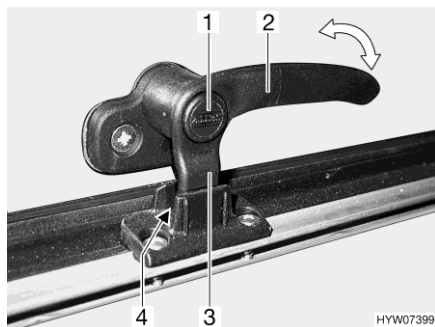
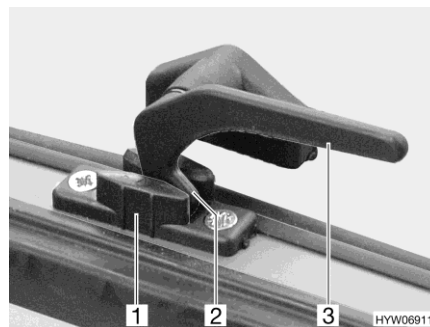

Bild 101 Låsarm med låsknapp i läget "kontinuerlig vädning"
Bild 102 Låsarm i läget "kontinuerlig vädning"
- I läget "kontinuerlig vädning" (Bild 101 och Bild 102)
- Tryck på låsknappen (Bild 101,1) om sådan finns och håll den nedtryckt.
- Sväng låsarmen (Bild 101,2 eller Bild 102,3) ett kvarts varv mot fönstrets mitt.
- Vrid tillbaka låsarmen. Därvid måste låsarmens låsspak (Bild 101,3 eller Bild 102,2) föras in i spåret på fönsterlåsen (Bild 101,4 eller Bild 102,1).
- Släpp låsknappen (Bild 101,1) om sådan finns.